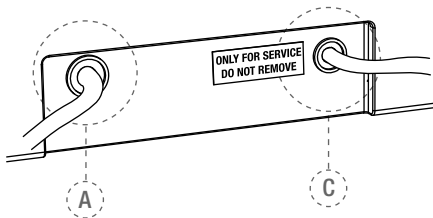

Fig. 2 – Lado traseiro do aparelho
b. Introduza o conector do carregador da bateria na tomada correta na parte traseira do aparelho (A - vide Fig. 2). Para mais detalhes consulte o cap. 7.3.3.
d. Introduza o conector do pedal na tomada correta na parte traseira do aparelho (C - vide Fig. 2).
**Cor laranja piscando:** Indica que o carregador da bateria está corretamente ligado na tomada A na parte traseira do aparelho (vide Fig. 2) e que a bateria está carregando. Se o aparelho desligar e o carregador da bateria for ligado na tomada, o aparelho religa e no mostrador aparece a informação: